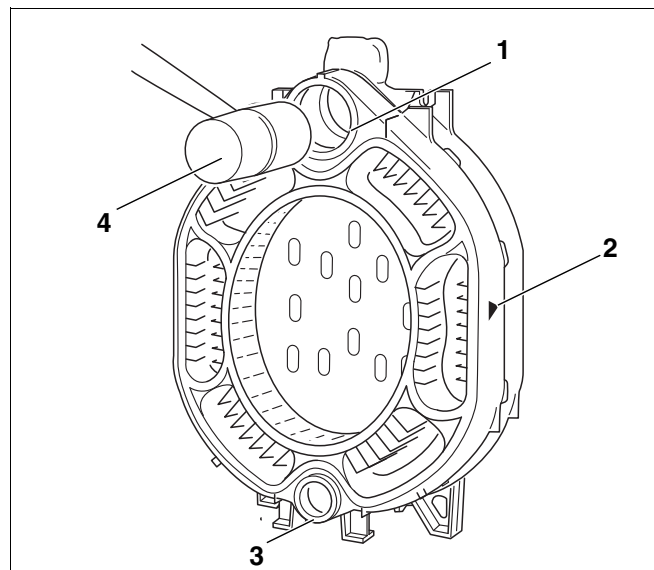

Рис. 13 Установка средней секции
- Надеть верхнюю и нижнюю ступицы (рис. 13, **поз. 1 и 3**) средней секции на ниппели задней секции, при этом стрелка, показывающая направление монтажа (рис. 13, **поз. 2**), должна быть обращена назад.
- Постукивая деревянным или резиновым молотком (рис. 13, **поз. 4**), придвиньте первую среднюю секцию к задней секции.